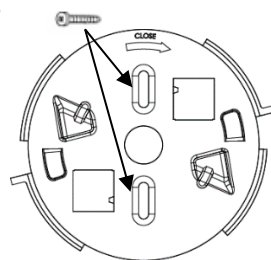

Figure 8
3. Utilisez les trous de fixation comme gabarits pour fixer le support de montage à la surface de montage (*reportez-vous à la Figure 8*).